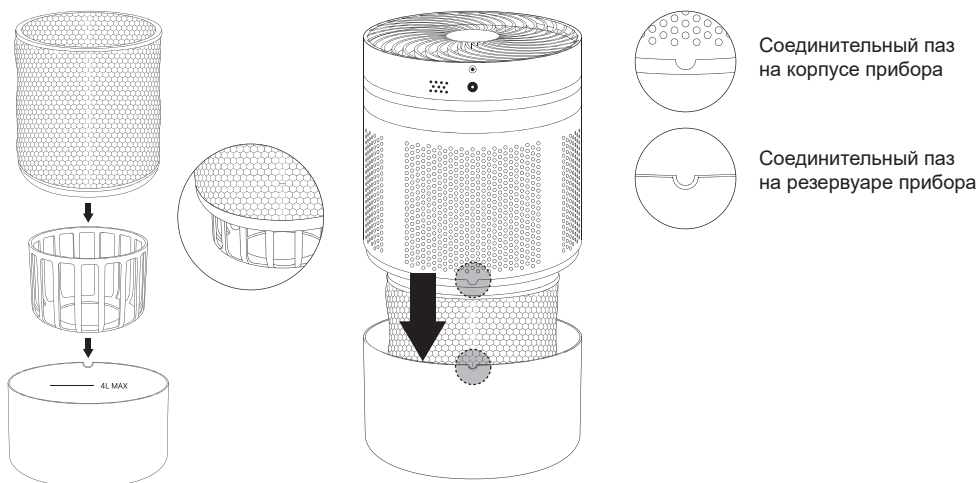

Рис. 2
6. На дно резервуара поместите направляющую с установленным фильтром. Затем установите верхнюю часть корпуса, соединив пазы (рис. 2).